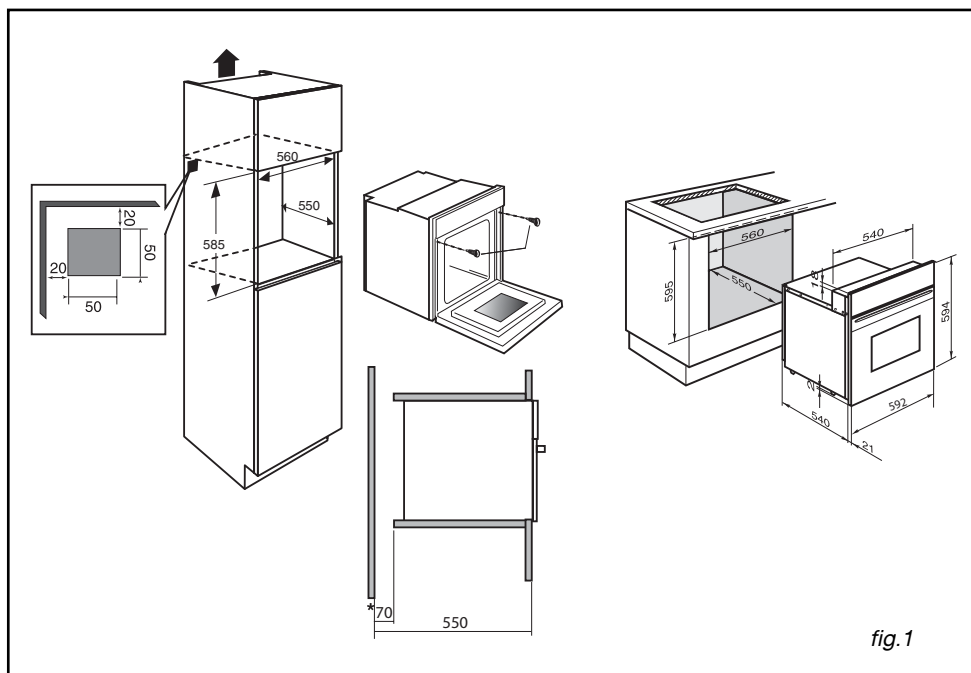

fig.1
- Pour plus de stabilité, fixez le four dans le meuble par 2 vis au travers des trous prévus à cet effet sur les montants latéraux (fig.1).